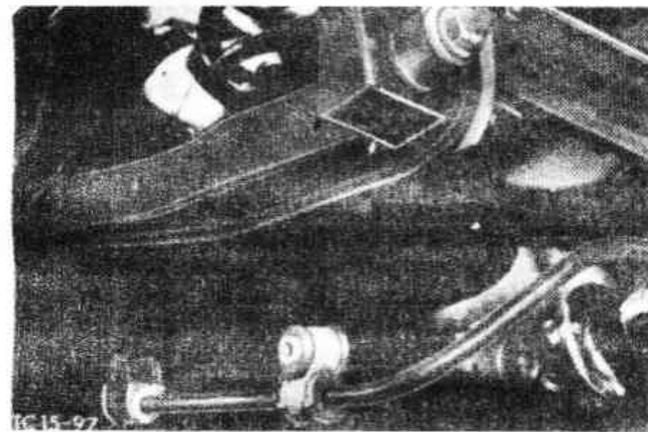

Рис. 11.14. Снятие заднего стабилизатора с заднего нижнего рычага (Разд. 17)
2. Разгрузив при помощи домкрата стяжные болты, отсоедините стабилизатор от нижнего рычага (Рис. 11.14).
1. Выверните болты, крепящие концы стабилизатора к нижним рычагам (Рис. 11.14)